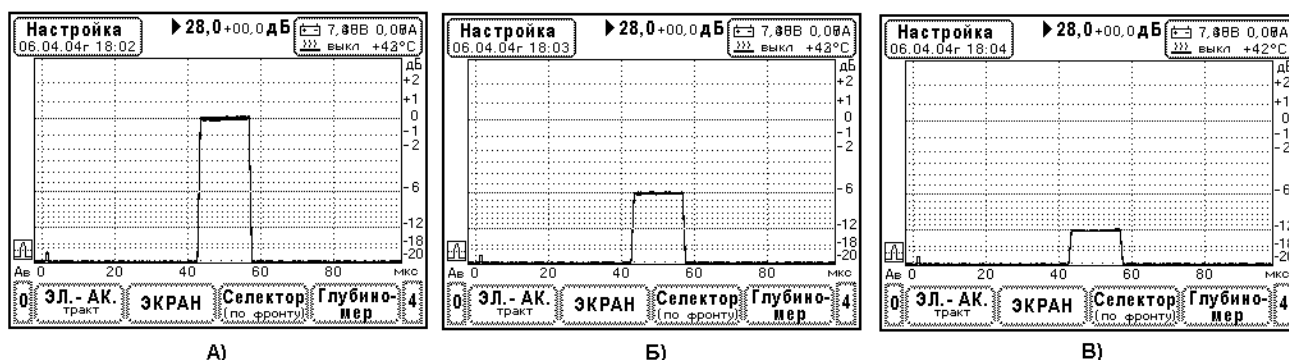

Рис.10.6.6.1. Определение параметров амплитудной характеристики приемного тракта дефектоскопа.
аттенюатора и определяют погрешности амплитудной характеристики. Вид тест-сигнала при определении погрешностей амплитудной характеристики показан на Рис.10.6.6.1.
3. Настройка амплитуды тест сигнала на стандартный уровень дефектоскопа. В меню «Экран», регулируя усиление прибора, установите амплитуду тест-сигнала на уровень 0 дБ по разметке экрана - Рис.10.6.6.1.А. Если необходимо, проведите точную настройку с помощью ручки «амплитуда» генератора сигналов Г4-102. Зафиксируйте ослабление аттенюатора  $K_{ст}$  [дБ].